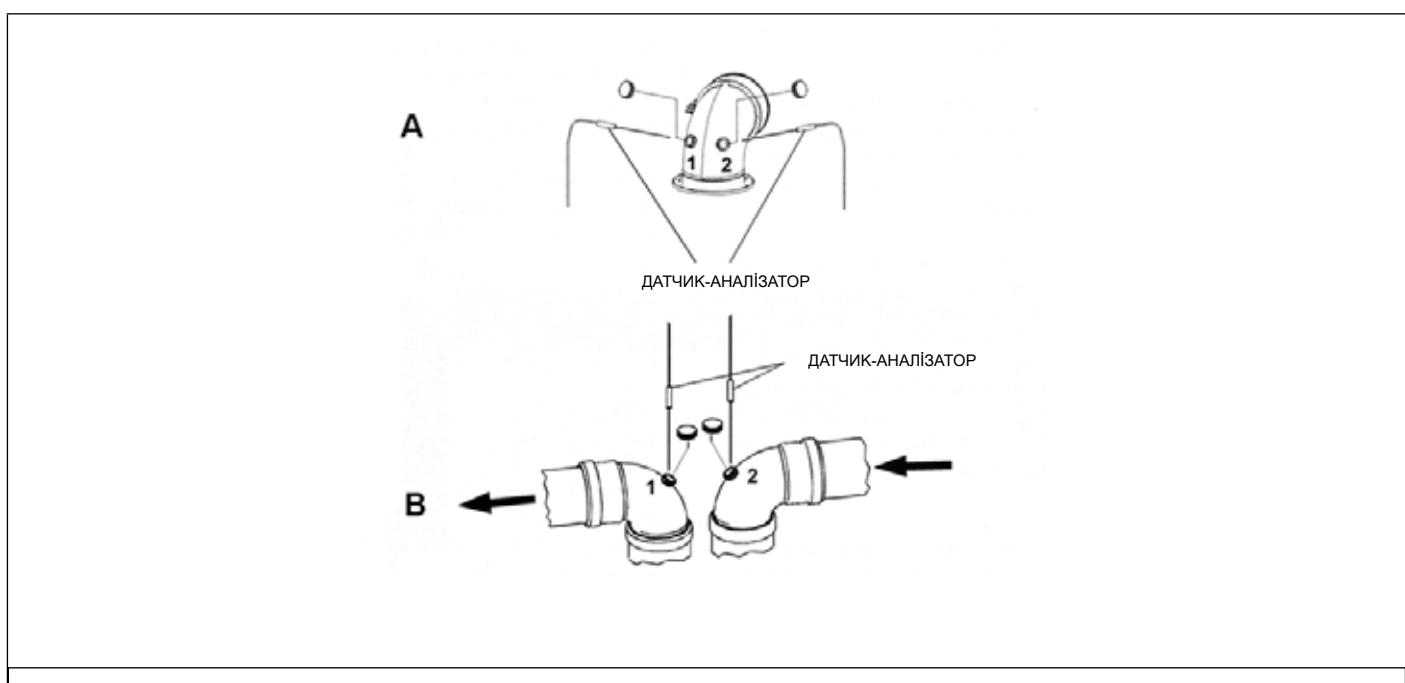

Рис. 20 Точки введення зондів при вимірюванні ККД
- виміряти температуру повітря через отвір 1 (див. відпов. (A) Рис. 20 Точки введення зондів при вимірюванні ККД , для котлів з закритою камерою згоряння з димохідом обладнаним пробовідбірниками).
- виміряти температуру димових газів і вміст CO2 через отвір 2 (див. відпов. (B) Рис. 20 Точки введення зондів при вимірюванні ККД , для котлів з закритою камерою згоряння з димохідом обладнаним пробовідбірниками).
- виміряти температуру повітря через отвір 2 (див. відпов. (B) Рис. 20 Точки введення зондів при вимірюванні ККД , для закритої камери згоряння з димохідом обладнаним пробовідбірниками).
- виміряти температуру димових газів і вміст CO2 через отвір 1 (див. відпов. (B) Рис. 20 Точки введення зондів при вимірюванні ККД , для котлів з закритою камерою згоряння з димохідом обладнаним пробовідбірниками).